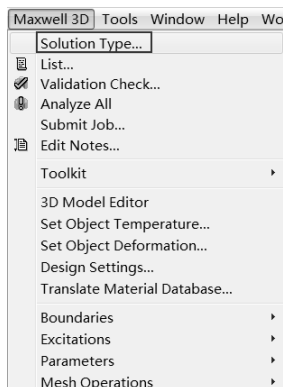

图 19-79 设置求解器类型
Step1：设置求解器类型。如图 19-79 所示，选择 Maxwell 3D→Solution Type...命令。